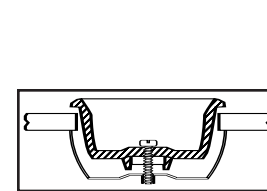
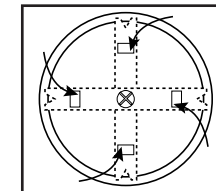

Figure 3
Figure 4
10. Press the assembly into the 2-3/16" hole until the clamp edge is below the mounting surface, then tighten the screw. The cup will clamp down to the surface as the screw is tightened (Figure 3). In the case of a thick mounting surface, the legs of the clamp can be bent outward by inserting a screwdriver through the four rectangular holes in the cup while still mounted (Figure 4).
10. Poussez l'ensemble dans le trou de 5 cm (2 po) jusqu'à ce que le rebord du crampon pénètre sous la surface de montage puis serrez la vis. À mesure que vous vissez, la coupelle sera graduellement coincée à la surface (Figure 3). Si la surface de montage est plus épaisse, les pattes des crampons peuvent être repliées en insérant un tournevis dans les quatre trous de la coupelle déjà montée (Figure 4).